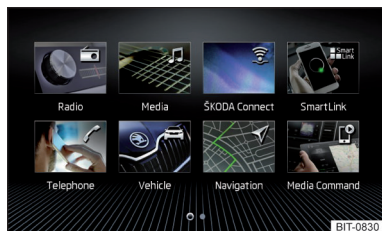
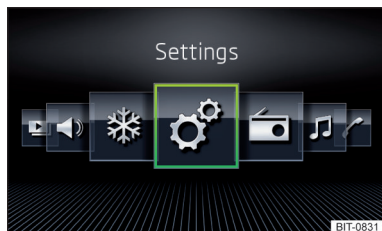

Fig. 177
Fig. 178
- Seleccionar la opción Visualización de la trama » fig. 177 o Visualización horizontal » fig. 178.